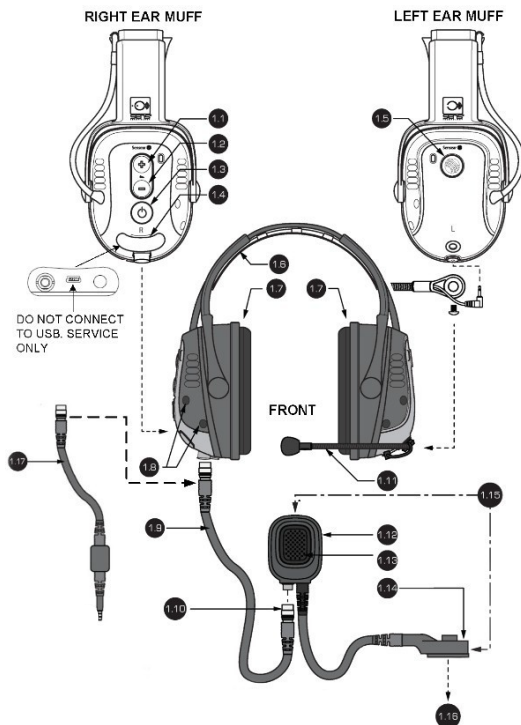

ABBILDUNG 1
1. Drücken Sie kurz die in Abbildung 1 dargestellte Taste "Power".